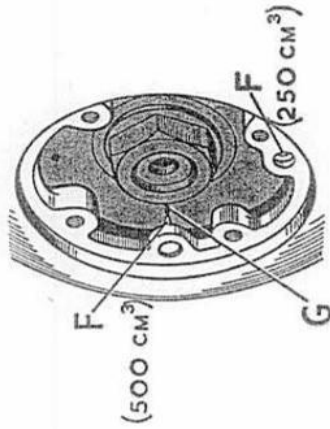

Fig. 14.
Les dispositions nécessaires ont été prises sur tous les moteurs pour permettre l'emploi de ce dispositif, y compris une aiguille indicatrice (F) Fig. 14, sur l'intérieur du carter de chaîne et une ligne repère (G) sur le rotor de l'alternateur, tous deux se trouvant exposés après dépose du couvercle circulaire sur l'avant du carter de chaîne. La lampe stroboscopique doit être connectée conformément aux instructions du constructeur et il est important de noter qu'une batterie indépendante doit être utilisée pour cette opération, et non la batterie dont la machine est équipée.